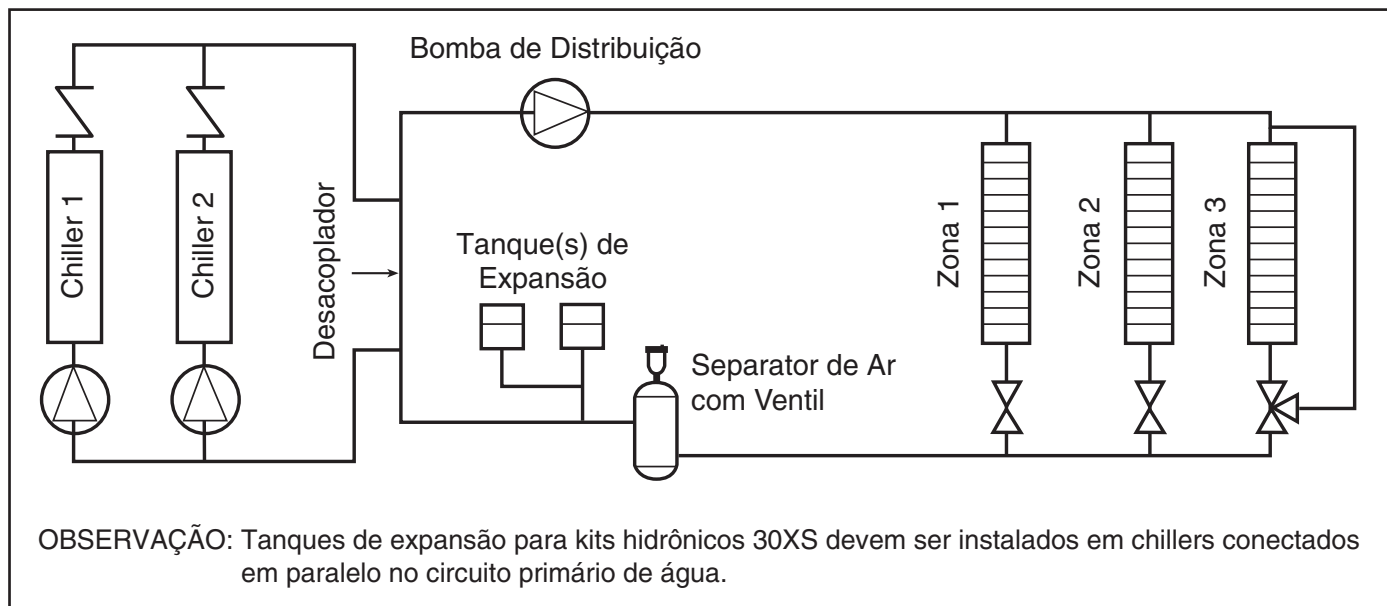

Figura 13 - Separador de Ar Típico e Localização do Tanque de Expansão nos Sistemas Secundário-Primário
2. Instale um separador de ar no circuito da água, no local onde a água está em temperaturas mais altas e pressões mais baixas - geralmente na tubulação de retorno da água do chiller. No sistema secundário-primário, a água de temperatura mais alta está geralmente no circuito secundário, perto do desacoplador. A preferência deve ser dada para esse ponto do sistema (veja a Figura 13). Nos separadores de ar centrífugos ou em linha já estão disponíveis no campo.
Onde dois ou mais chillers 30XSB com kit hidrônico são instalados em paralelo, não deve haver mais do que um tanque de expansão no sistema, a menos que interligados em comum como visto na Figura 13. É permitido instalar o(s) tanque(s) de expansão em uma parte da linha da água de retorno que é comum para todas as bombas, de modo que o tanque seja dimensionado de forma adequada para o volume do sistema combinado.
Se a aplicação envolve dois ou mais chillers em um sistema secundário-primário, um lugar comum para montar o tanque de expansão é na linha de retorno da água gelada, somente antes do desacoplador. Veja a Figura 13 para colocação do tanque de expansão em sistemas secundário primário.